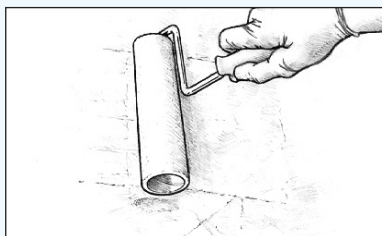

Figura 30 Pase el rodillo sin presionar y en dirección aleatoria sobre una zona pequeña. Extienda el epoxi en una película fina y homogénea.
4. Pase el rodillo en dirección aleatoria y sin ejercer mucha presión sobre una zona de unos 600mm x 600mm para transferir el epoxi de forma homogénea en toda la zona (*Figura 30*).